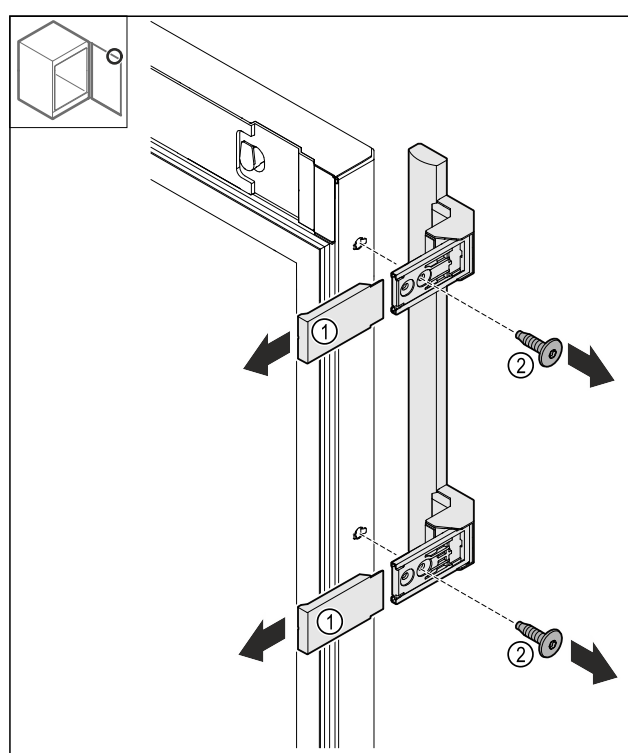

Fig. 20
- Togliere le coperture Fig. 20 (1).
- Allentare le viti Fig. 20 (2).